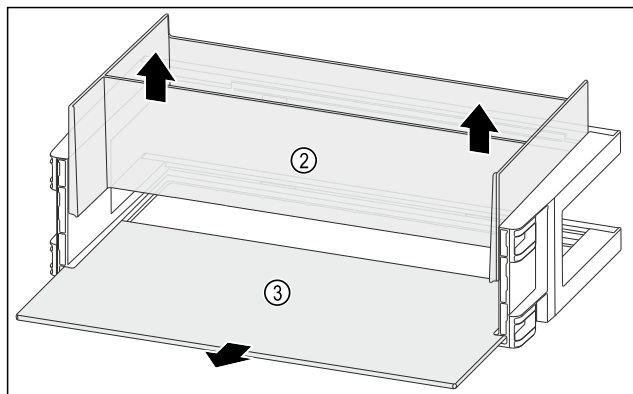

Fig. 132
- ▶ Wyjąć organizmer Fig. 132 (2) do góry.
- ▶ Wyjąć półkę Fig. 132 (3).